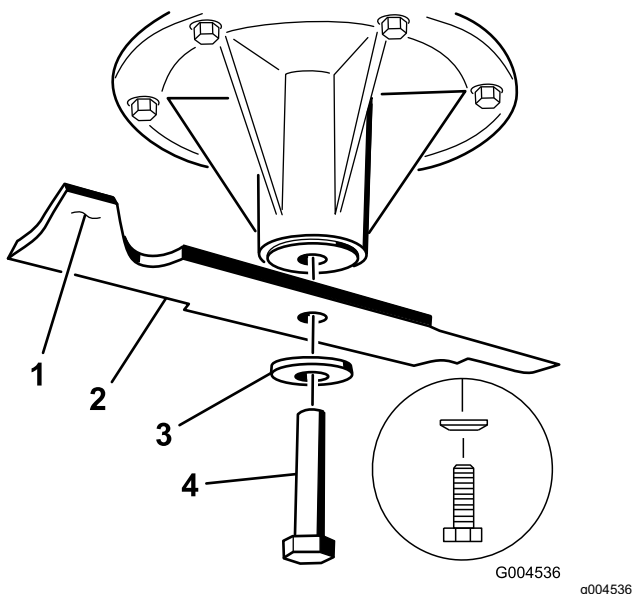

Figura 77
2. Montate la lama sull'asse del mandrino (Figura 77).
3. Montate la rondella curva e il bullone della lama (Figura 77).
Nota: La parte sporgente della rondella curva deve essere rivolta in verso la testa del bullone (Figura 77).